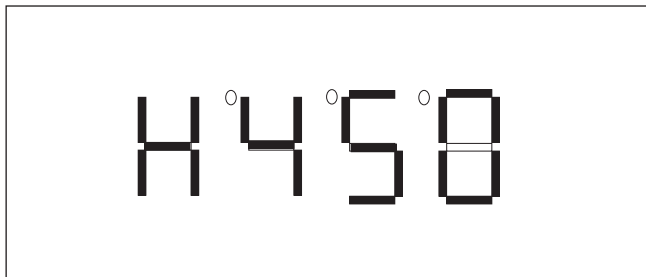

Рисунок 6 - Настройка верхнего уровня напряжения
- 1) В режиме «Верхний уровень напряжения» используйте кнопки «+» (для увеличения) и «-» (для уменьшения) значения напряжения, при достижении которого Устройство отключит двигатель. Заводская настройка верхнего уровня напряжения – 450 В (см. рисунок 6).